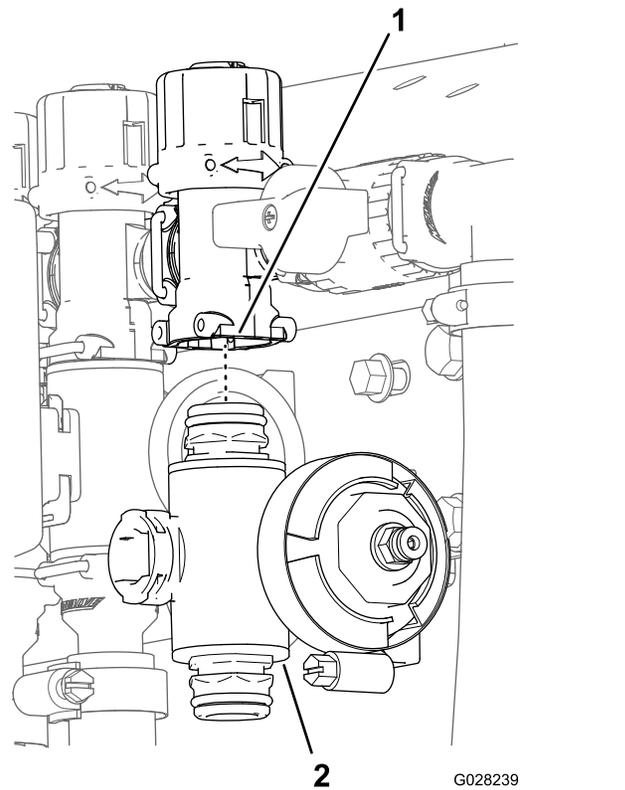

图 75
- 3. 对于左或右喷洒臂段阀卸下将喷洒臂段阀固定至阀安装座的凸缘头螺栓和凸缘锁紧螺母然后从机器中拆下阀歧管对于中间喷洒臂段阀从机器中拆下喷洒臂段阀歧管图 75。